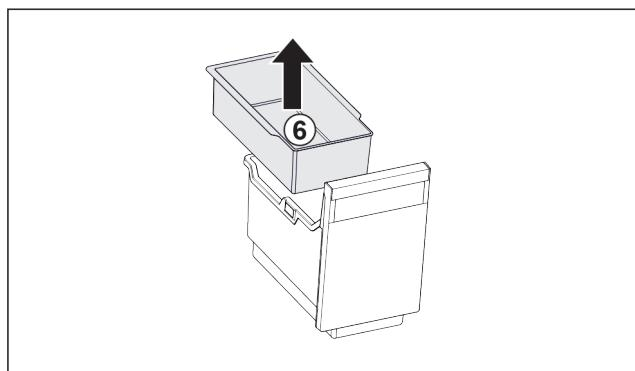

Fig. 101
- Извлеките Fig. 101 (6) подвесной лоток.